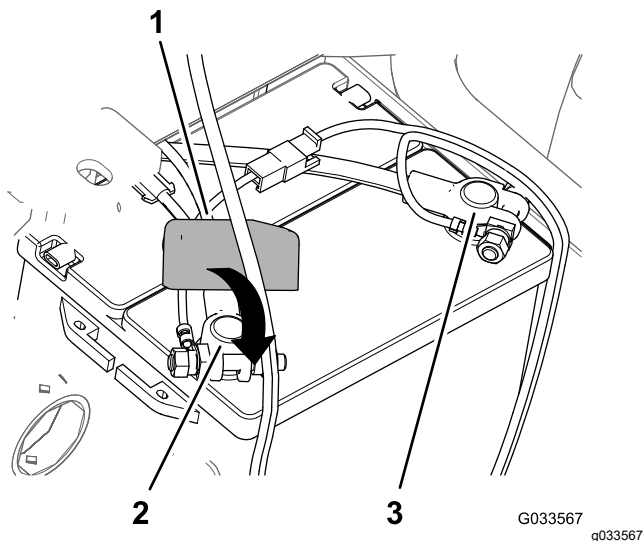

Figura 30
8. Asamblai cablul pozitiv al bateriei la suportul **pozitiv** al bateriei i strângei manual piulia de strângere (Figura 30).